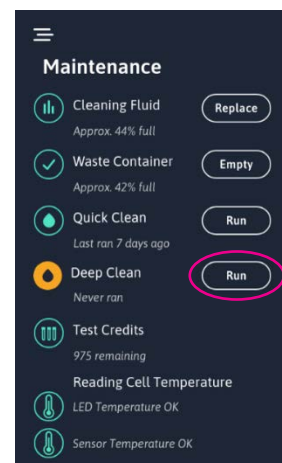

Рисунок 34
1. Для запуска глубокой очистки (рис. 34) нажмите кнопку Run (Выполнить) в пункте Deep Clean (Глубокая очистка) подменю Maintenance (Обслуживание). Анализатор проверит, достаточно ли количество материала содержится во флаконах iWASH и iWASTE, и если материала недостаточно, сообщит о необходимости замены. Если количество достаточно, анализатор предложит пользователю загрузить раствор для очистки.